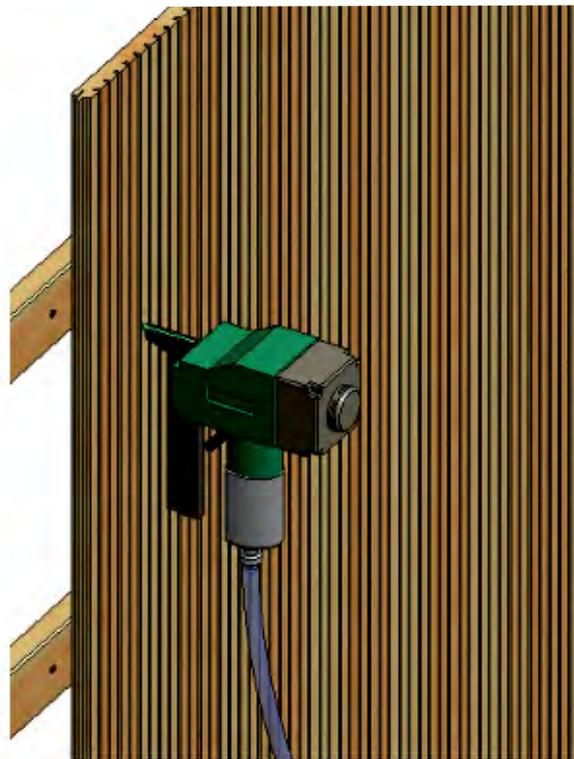

Bild 2: Befestigung mit spezial Druckluftnagler
- Die BER Holz-F Akustikplatten werden mit dem spezial Druckluftnagler (*Bild 2*) mit entsprechenden Befestigungsklammern auf die Holzunterkonstruktion befestigt.